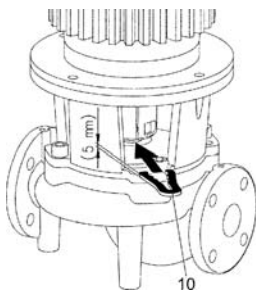

Fig. 19: Nasazení montážního rozvidleného klíče
- Nasuňte montážní rozvidlený klíč (Fig. 19, poz. 10) mezi lucernu a spojku. Montážní rozvidlený klíč musí být bez vůle.